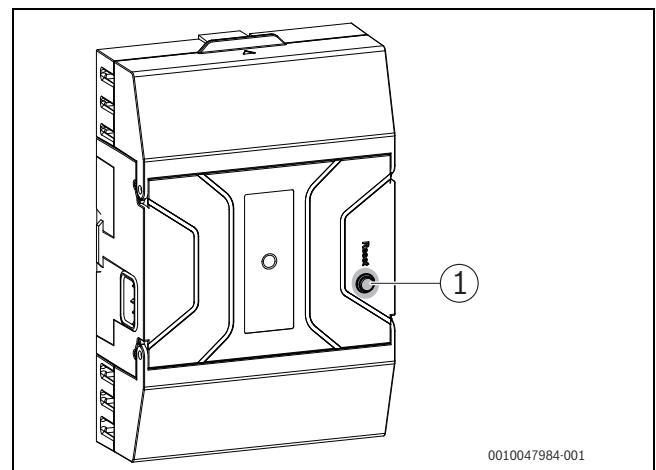

Bild 72 Störungen am Feuerungsautomat zurücksetzen
- ▶ Taste „Entstören“ am Feuerungsautomat drücken (→ Bild 72).
- ▶ Zum Entriegeln des ADS-Druckschalters Taste "Entstören" (→ Bild 72, [1] drücken bis Entriegelung ausgelöst ist.